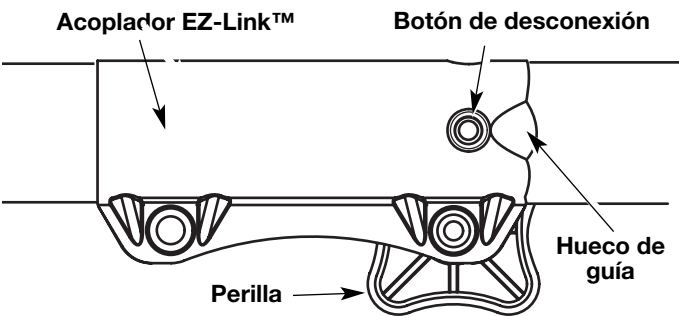

Fig. 11
1. Gire la perilla en sentido antihorario para aflojarla (Fig. 11).
2. Opima y sostenga el botón de desconexión (Fig. 11).
NOTA: La alineación del botón de desconexión con el hueco de guía facilitará la instalación (Fig. 11).